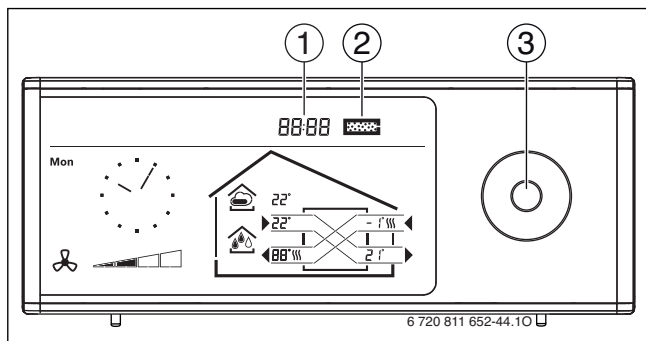

Bild 15
- Navigationstaste [3] in Bild 15 in der Mitte drücken.